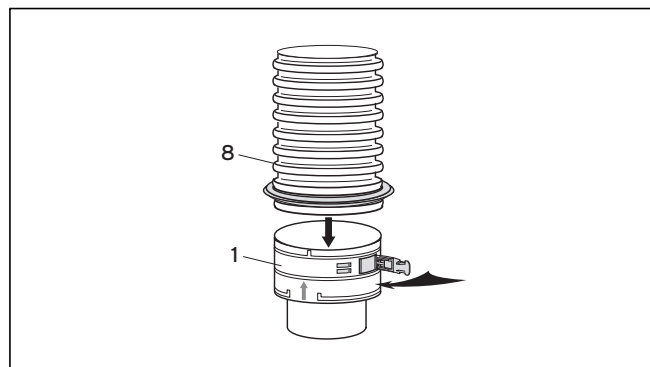

Рис. 5.38 Вставной элемент с гибким дымоходом
- Вставьте нижний конец дымохода (8) до упора во вставной элемент (1) и закрепите его защелками (см. рис. 5.38).